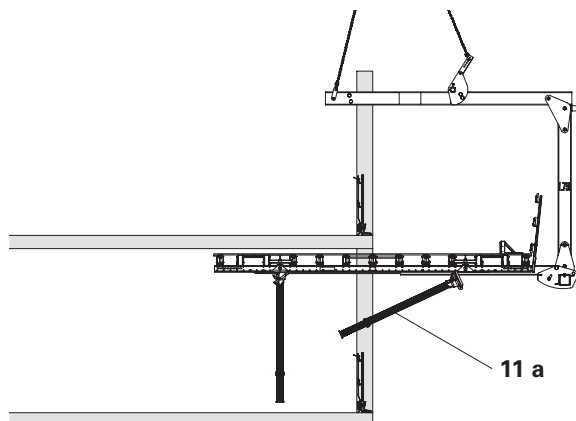

Fig. A10.05
3. Ripiegare il MULTIPROP MP (11a) ed estrarre il tavolo per solai con le forche di sollevamento tavoli. (Fig. A10.05)